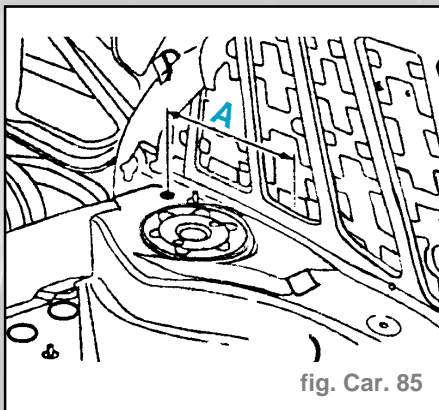

fig. Car. 85
- Tracer la ligne de coupe sur le longeron de droite et exécuter la coupe (fig. Car. 85)
- Côte (A) = **265 mm** du centre de trou  $\varnothing$  20 mm